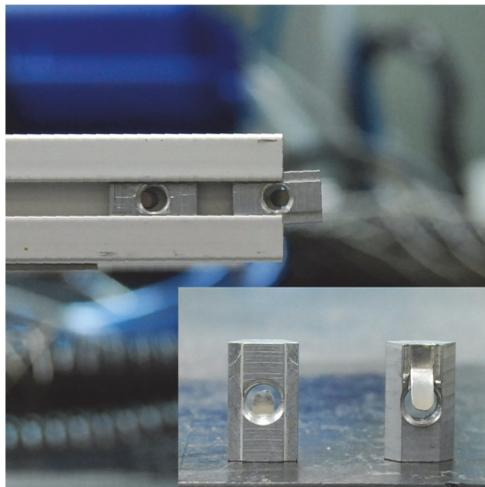

図 2-29 T-ナットはフレームバーセクションにアクセサリを取り付けるために使用
5. T-ナットを前のフレームバーセクションから取り出し、新しいフレームバーセクションに取り付けます。T-ナットは、各ハンドルに 2 つ、各定規に 2 つ、サイドフレームを取り付けるため各フレームバーセクションに 1 つ必要です (56 ページの図 2-29)。